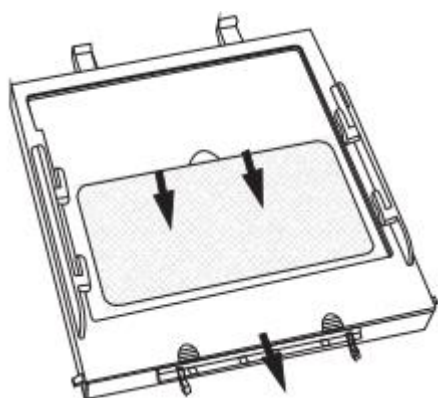

fig. 6
- **VÝMĚNA PŘEDNÍ KRYCÍ FOLIE** – Vyměňte přední krycí folii, pokud je poničená. Stlačte zámký držáku filtru (viz fig. 6) a nadzvedněte a vyjměte. Vyjměte přední krycí folii ze sestavy filtru. **Nainstalujte novou krycí folii** a namontujte zpět do skořepiny kukly (stejným způsobem, jakým byl odstraněn).
- **VÝMĚNA KAZETY FILTRU** - Vyjměte sestavu držáku filtru z kukly (viz fig. 6). Vyměňte filtr a založte do rámečku nový (viz.fig.7) a vložte rámeček s filtrem do skořepiny.